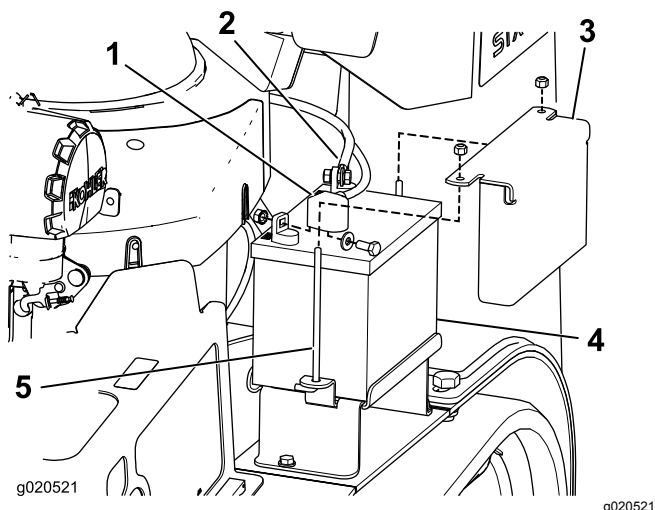

Figura 43
3. Togliete il cappuccio di gomma nero dal cavo negativo. Staccate il cavo negativo della batteria dal morsetto negativo (-) della batteria (Figura 43).
4. Sfilate la guaina rossa del morsetto dal morsetto positivo (rosso) della batteria. Togliete quindi il cavo positivo (rosso) della batteria (Figura 43).
5. Rimuovete la piastra di tenuta, i bulloni a J e i dadi di bloccaggio che fissano la batteria (Figura 43) e rimuovete la batteria.